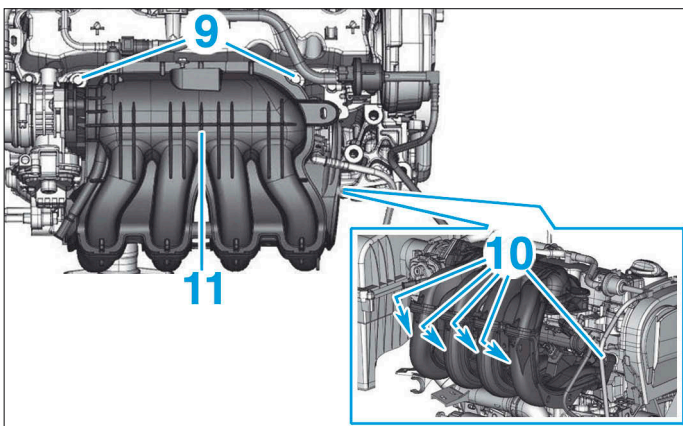
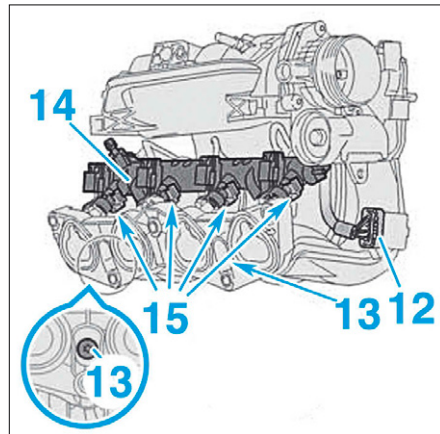

FIG. 18
FIG. 19
- Déposer les vis (9) et les écrous (10) (Fig.18).
- Extraire, par l'emplacement du filtre à air, le collecteur d'admission d'air (11) muni de la rampe d'injecteurs.
- Débrancher le connecteur (12) (Fig.19).
- Déposer les vis (13) et séparer la rampe d'injecteurs (14) du collecteur d'admission.
- Déposer les agrafes (15) et extraire les injecteurs.